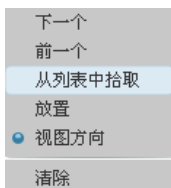

图 5.18.9 快捷菜单
① 将鼠标指针移至目标附近, 右击。
② 在弹出的图 5.18.9 所示的快捷菜单中选择 **从列表中拾取** 命令。